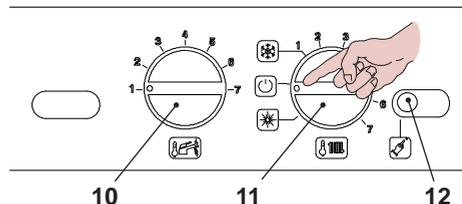

Fig. 5.55
- Per uscire dalla programmazione posizionare il selettore di funzione / manopola regolazione temperatura 11 come indicato in Fig. 5.55 .